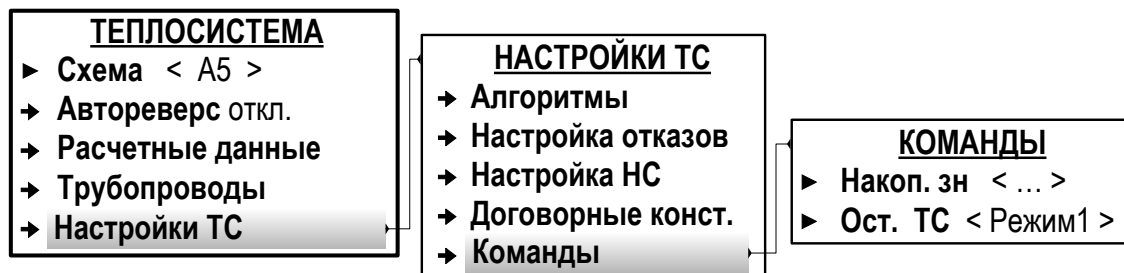

Рис.31. Вид меню настройки режима обработки отказов (режим СЕРВИС).
7.7.2.3. Режим обработки отказов назначается в меню **Теплосистема / Настройки ТС / Команды** (рис.31). Для параметра **Ост. ТС** (Останов теплосистемы) устанавливается значение **Режим1** либо **Режим2**.